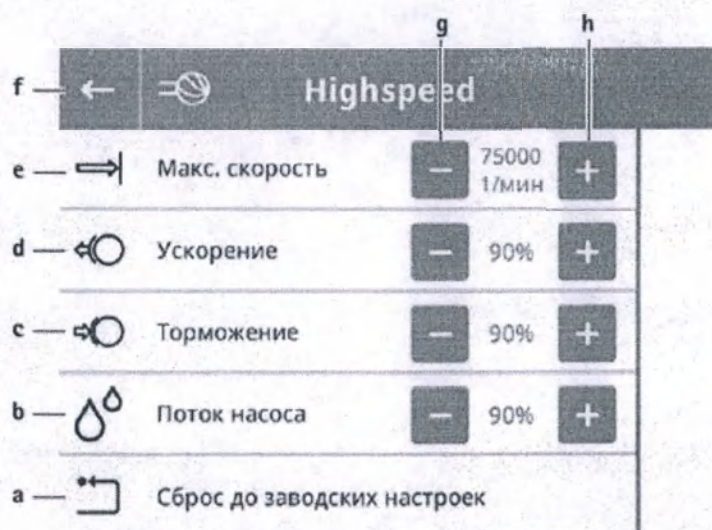

Рис. 11 Настройки мотора – выбранный тип рабочего элемента, где:
- Открывается подменю выбранного типа рабочего элемента, см. Рис. 11.
► Выйти из меню: Нажать кнопку выхода из меню e, Рис. 11.